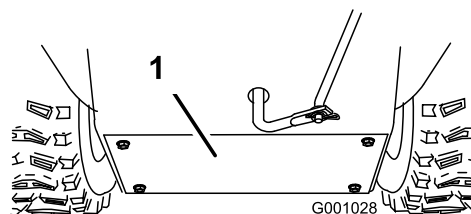

Рисунок 54
3. Снимите заднюю крышку (Рисунок 54).